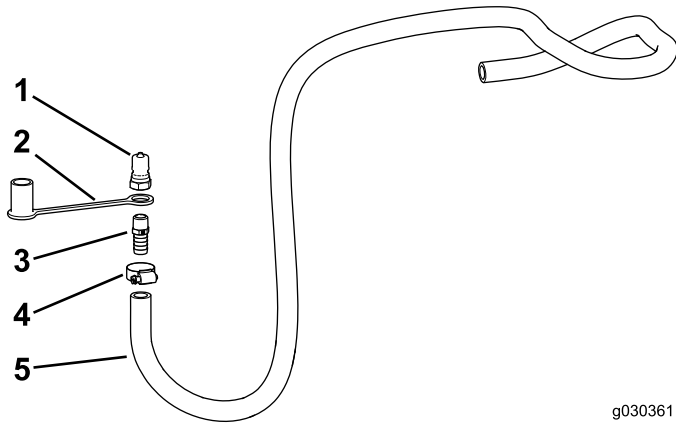

Figura 33
2. Enrosque el acoplamiento recto (espiga de 3/8" NPT x 0,625") al acoplador macho (Figura 33).
4. Coloque el tapón guardapolvo sobre el extremo punzante del conjunto (Figura 33).